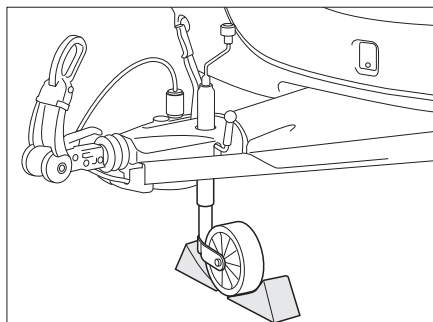

Bild 161 Säkra stödhjulet
- Ställ stödhjulet tvärs mot färdriktningen och säkra det med lämpliga hjälpmedel (Bild 161).